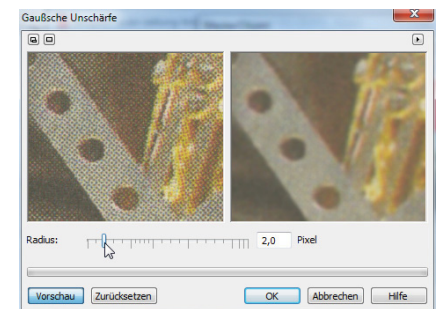

Abb. 10-58: Moiré-Effekt beseitigen mit Gaußscher Unschärfe
- Moiré-Effekt im Foto beseitigen: ► M EFFEKTE | UNSCHÄRFE | GAUßSCHE UNSCHÄRFE, RADIUS = 2 Pixel, den Effekt mit der Vorher-Nachher-Vorschau steuern (Abb. 10-58).